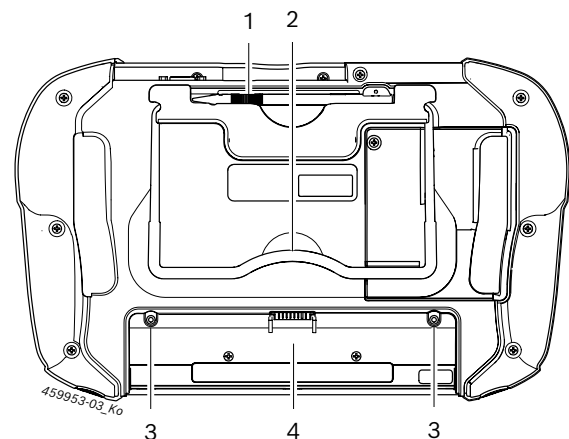

Рис. 3: KTS 350 Нижняя сторона
- Вставить аккумулятор в отсек и закрепить двумя винтами, которые находятся на аккумуляторе (см. рис. 3, поз. 3).